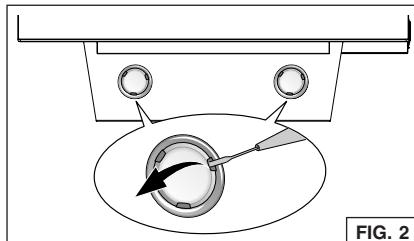

FIG. 2
1. Ouvrez le couvercle en faisant levier dans les fentes appropriées. Fig. 2.